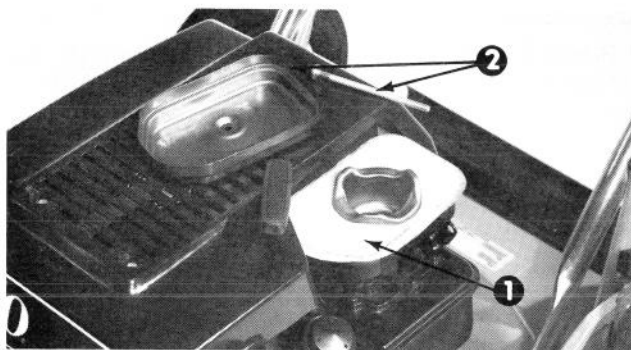

Figure 19
3. Examinez le dessus de l'élément du filtre à air (Fig. 19). S'il est encrassé, l'élément doit être enlevé du boîtier du filtre à air (Fig. 19) et nettoyé.
D. Placez l'élément et l'entretoise dans le boîtier du filtre à air (Fig. 19). Assurez-vous que le bord étroit de l'entretoise soit parallèle au côté du boîtier du filtre à air.
4. Installez le couvercle sur le boîtier du filtre à air et assurez-vous que le couvercle et l'élément forment un joint étanche. Installez le filtre à air sur le dessus du carburateur à l'aide de la longue vis (Fig. 19).